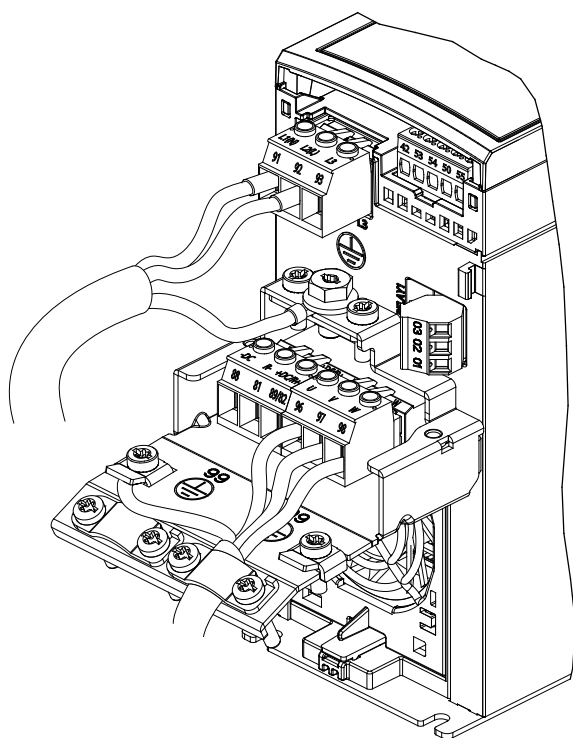
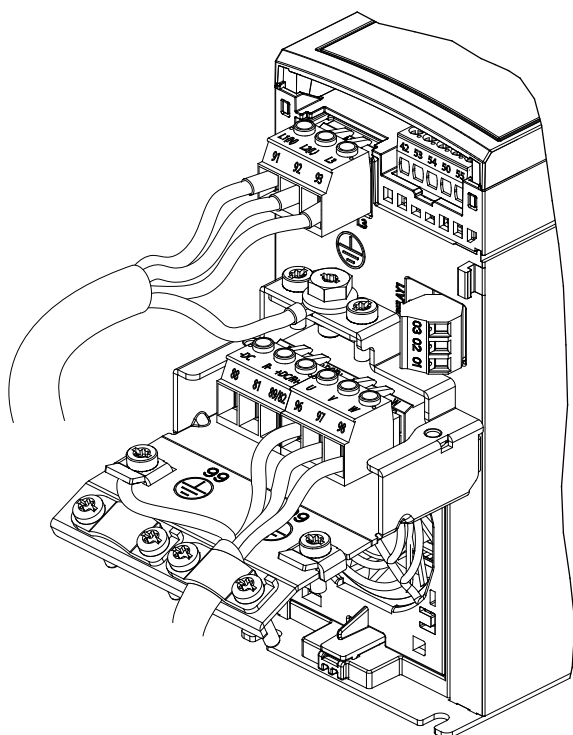

Ilustración 4.6 Conexión a tierra, de alimentación y de motor para unidades monofásicas
Ilustración 4.7 Conexión a tierra, de alimentación y de motor para unidades trifásicas
Las conexiones de alimentación, motor y tierra para convertidores de frecuencia trifásicos y monofásicos se muestran en la *Ilustración 4.6* y la *Ilustración 4.7*, respectivamente. Las configuraciones reales pueden variar según los tipos de unidades y el equipo opcional.
1. Conecte los cables de alimentación de entrada de CA a los terminales N y L en unidades monofásicas (consulte la Ilustración 4.6) o a los terminales L1, L2 y L3 en unidades trifásicas (consulte la Ilustración 4.7).